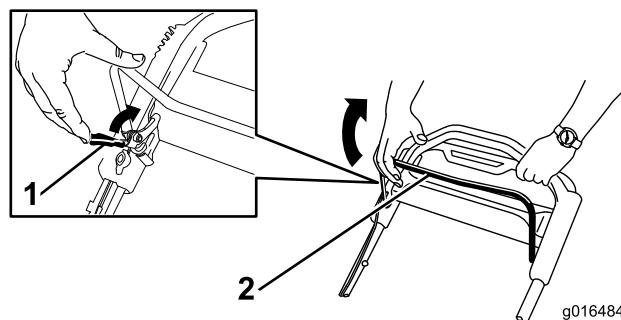

Рисунок 22
1. Потяните фиксатор штанги управления ножом в сторону штанги (Рисунок 22).
2. Медленно потяните штангу управления ножом обратно к рукоятке (Рисунок 22).